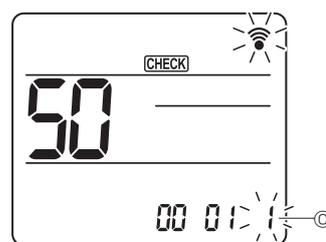

Fig. 6-19
- ④ Velge innstillingsnummer
- Bruk [01]-knappen for å endre innstillingen nummer ^C. (Fig. 6-19)
- ⑤ Velge flere funksjoner kontinuerlig
- Gjenta valg ^③ og ^④ for å endre flere funksjonsinnstillinger kontinuerlig.
- ⑥ Komplette funksjonsvalg